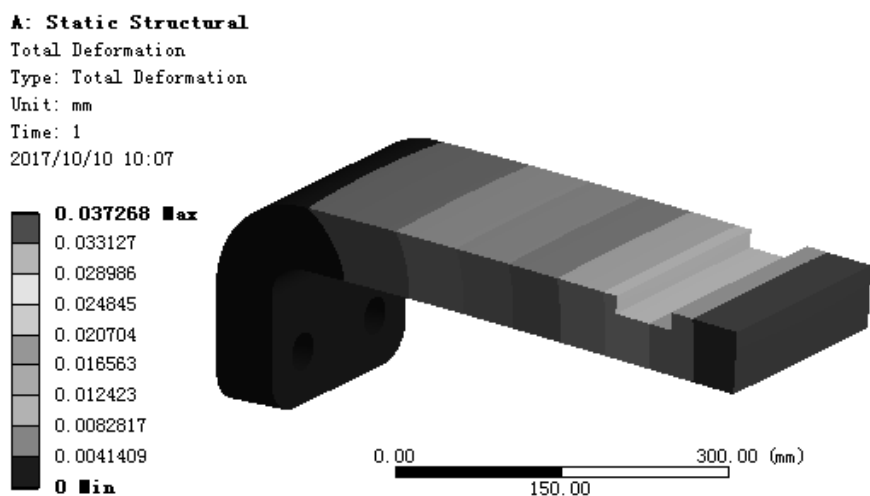

图 7.2.13 位移变形结果图解
(1) 求解分析。在顶部工具栏中单击  按钮求解分析。
(2) 查看位移变形结果图解。在“Outline”窗口中选中  **Total Deformation**，查看图 7.2.13 所示的位移变形结果图解，其最小位移为 0 mm，其最大位移为 0.037268mm。